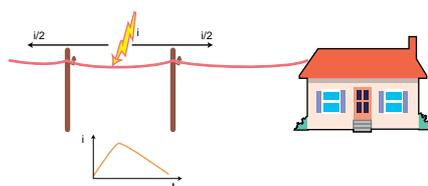

Fig. 4 : surtensions conduites
■ les surtensions conduites (fig. 4)